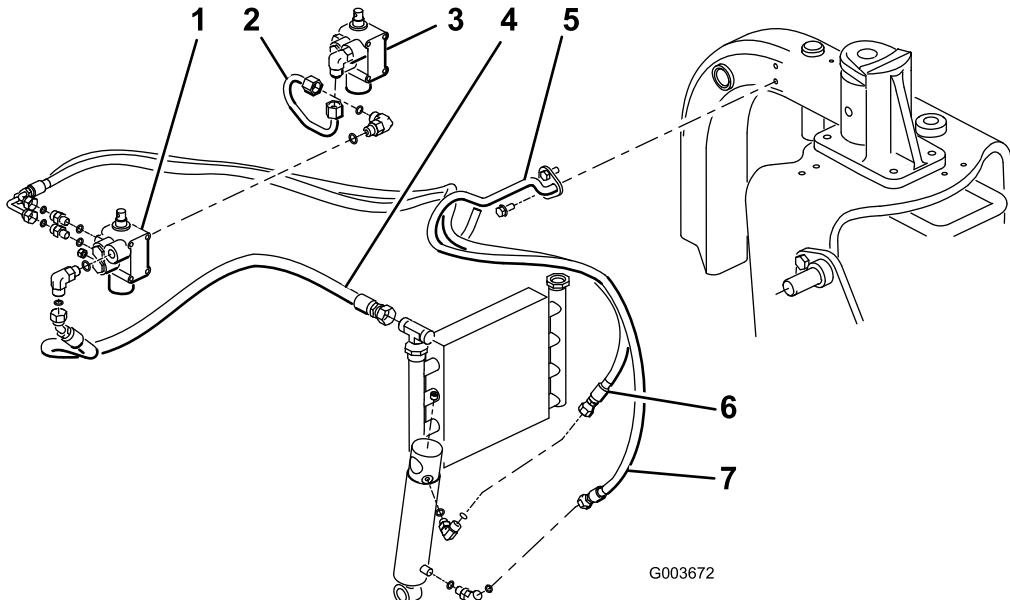
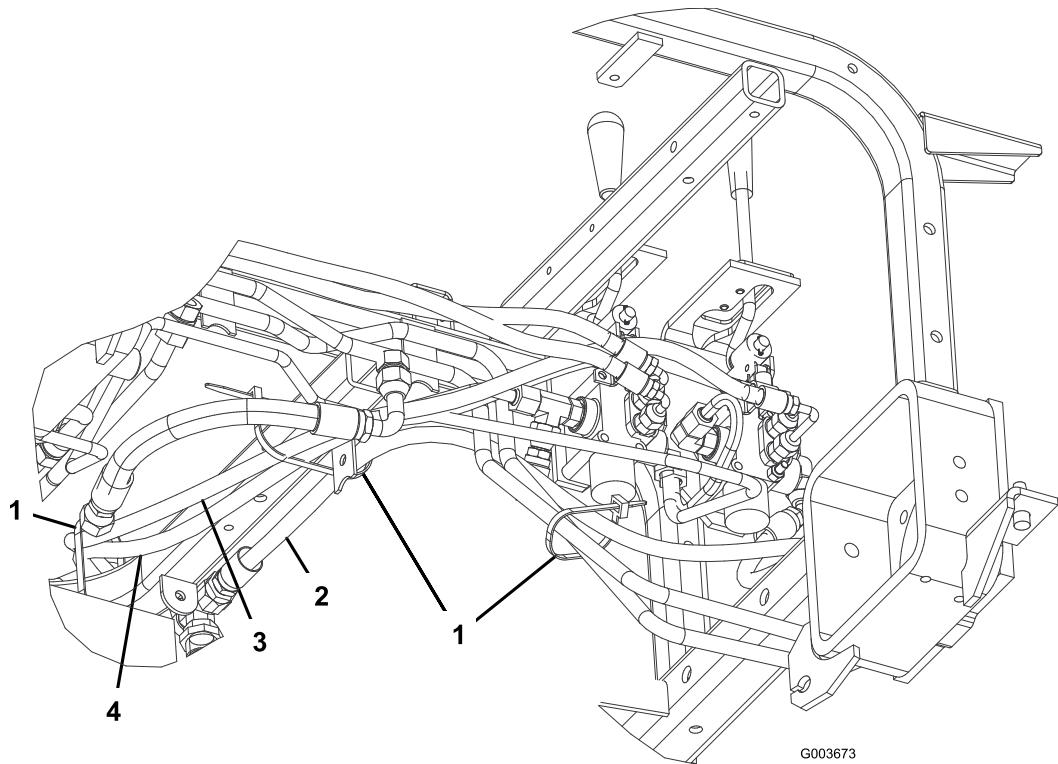
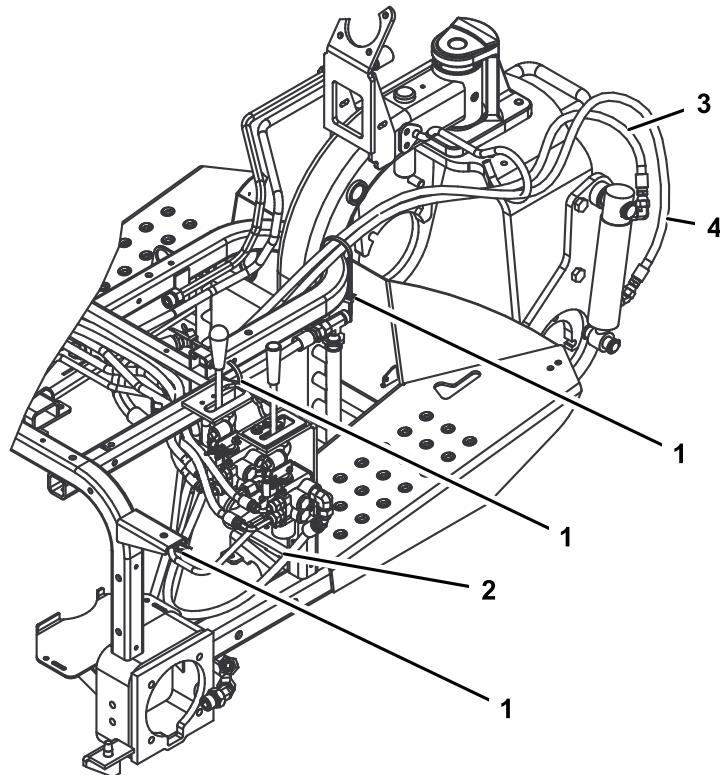

Figura 14
Figura 15
Figura 16
Nota: Para minimizar la pérdida de aceite al retirar el tubo hidráulico, tenga preparado el manguito nuevo o tape el acoplamiento del enfriador usando uno de los tapones de transporte retirados del conjunto del tubo, pieza N° 108-8447 (Figura 14).
válvula nueva, y al acoplamiento libre de la válvula de elevación existente (Figura 14).
5. Conecte el extremo del manguito hidráulico con acoplamiento de 45 grados, pieza N° 108-8449, al acoplamiento de 90 grados del lateral derecho de la válvula y el extremo recto del manguito al acoplamiento libre del enfriador de aceite (Figura 14). Consulte Figura 15 y Figura 16 para ver el enrutado del manguito.
6. Monte el portamanguitos de alambre en el tubo del bastidor izquierdo con 2 tornillos autorroscantes (5/16 x 3/4 pulgada) (Figura 14).
al acoplamiento superior del cilindro hidráulico (Figura 14). Consulte Figura 15 y Figura 16 para ver el enrutado del manguito.
8. Conecte el extremo largo del manguito hidráulico con acoplamiento de 90 grados, pieza N° 108-8454, al acoplamiento recto inferior de la parte trasera de la válvula. Pase el manguito por el portamanguitos de alambre y conecte el extremo recto del manguito al acoplamiento inferior del cilindro hidráulico (Figura 14). Consulte Figura 15 y Figura 16 para ver el enrutado del manguito. Asegúrese de que los manguitos están alejados de componentes puntiagudos o afilados, calientes o móviles.
10. Usando sujetacables, sujeté los manguitos a la máquina en los puntos indicados en Figura 15 y Figura 16.